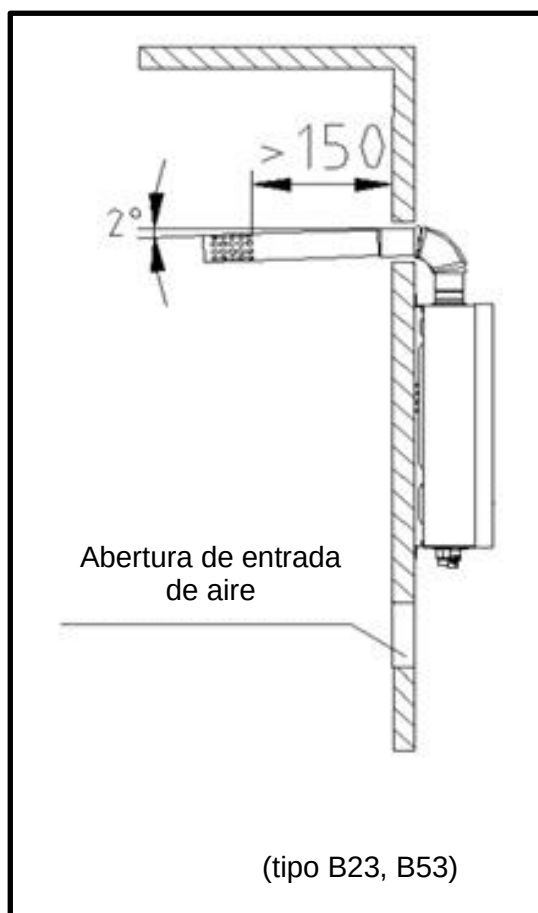

Fig. 11
1. Consulte la Fig. 11 sobre el método de instalación. Si el conducto de humos es demasiado corto, puede proceder a su extensión convenientemente. Comprueba el conducto de humos y verifique si existe algún daño o fuga semestralmente.
3. La distancia horizontal del conducto de humos deberá ser cuanto más corta mejor. El extremo del conducto de combustión debe tener una inclinación descendiente de 2° (Fig. 11), para que corra el agua de condensación.